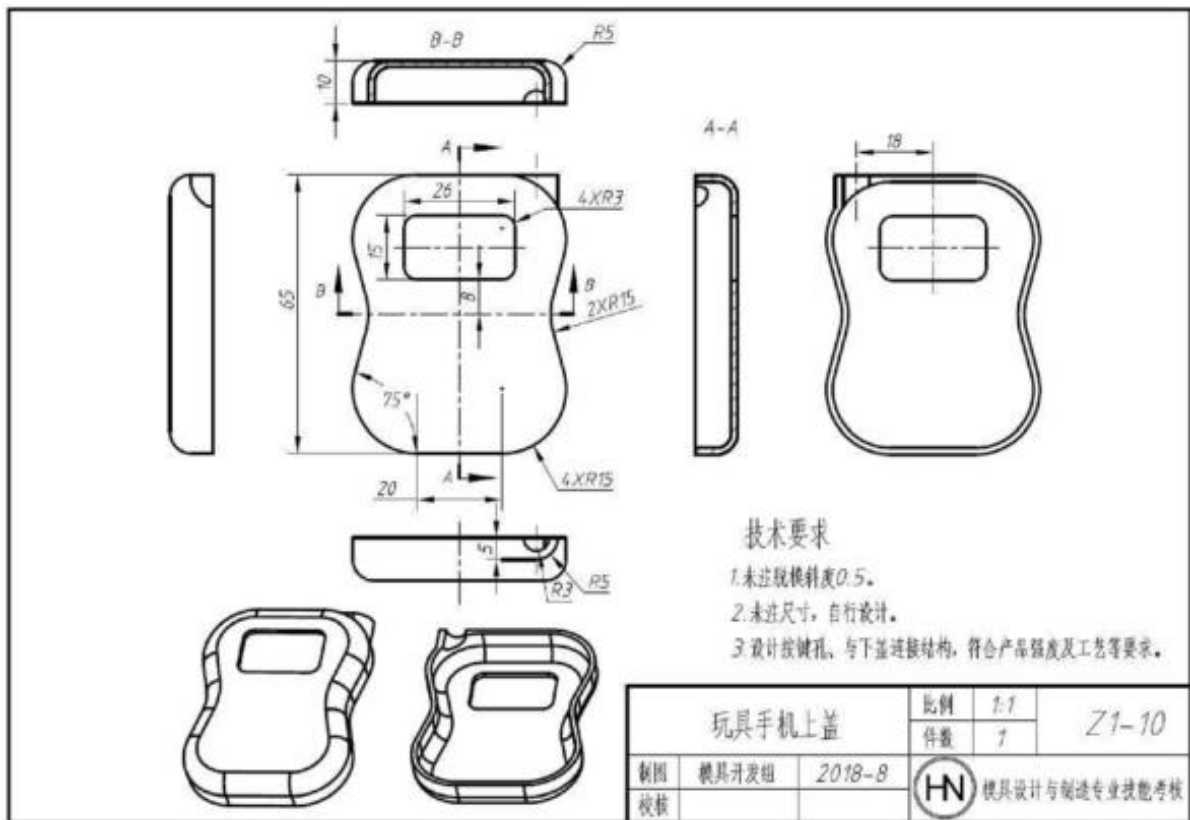

图 Z1-10 玩具手机上盖
按照图 Z1-10 的要求，对玩具手机上盖进行产品造型、结构与 3D 打印。
(1) 在 F 盘下建立考生文件夹，文件夹名称为“场次-工位号-3DDY”，产品设计与 3D 打印的结果文件均保存于此文件夹中，否则计零分；
(2) 根据图 Z1-10，使用 CAD 软件完成产品的三维建模；
(3) 进行产品改进设计：设计与下盖的连接结构和 4 个 $\Phi 8\text{mm}$ 的按键孔，在合适部位设计凸起的“3D 打印”文字标志。设计的产品模型以文件名“Z1-10”保存在考生文件夹中；
(4) 将产品三维模型转换为 3D 打印机可识别的格式，保存在考生文件夹中；
(5) 正确载入模型，调整到最佳位置；
(6) 合理设置与调整打印参数，充分考虑材料的利用率；
(7) 正确操作 3D 打印机，完成模型打印；
(8) 对打印的零件进行后处理（含去支撑、粘接等），不能对产品零有损伤；
(9) 产品材料：ABS。